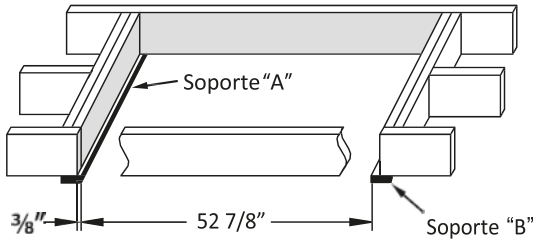

FIGURA 5: Vista desde arriba
Primero localice el soporte “A”, al final de donde va la bisagra de la puerta de la escalera. El borde del soporte “A” debe extenderse 3/8” a la abertura en el techo, como se muestra en la figura 5. Asegúrese que ambas pijas penetren el cabezal a través del techo
B. Mida desde el borde interior del soporte “A”, posicione y asegure el borde interior del soporte “B” a 52 7/8” (Figura 5). Asegúrese de que ambas pijas penetren el cabezal por encima del techo.